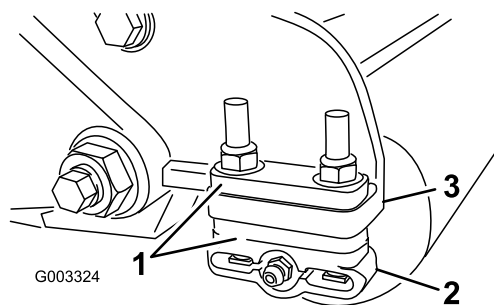

Figura 11
1. Ajuste os suportes do rolo traseiro (Figura 11) na altura desejada do limite de corte posicionando a quantidade necessária de espaçadores por baixo da flange de montagem da placa lateral (Figura 11) de acordo com o quadro de altura de corte.